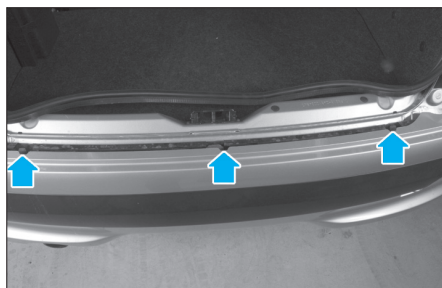

Fig. 50
- Déposer les écrous (4).
- Dégrafer le bouclier (Fig.50).